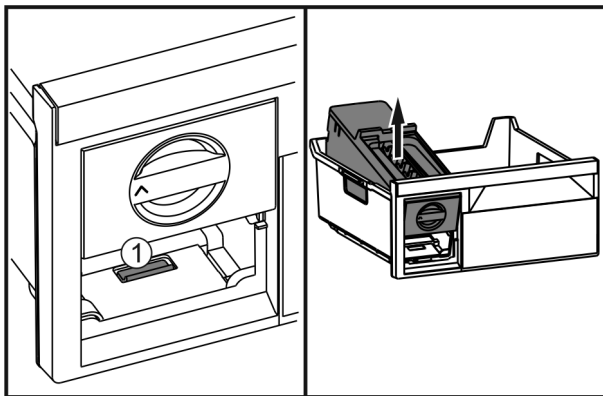

Fig. 51
- ▶ Presionar la lengüeta Fig. 51 (1), levantar el EasyTwist-Ice por detrás y extraerlo del cajón para congelados.